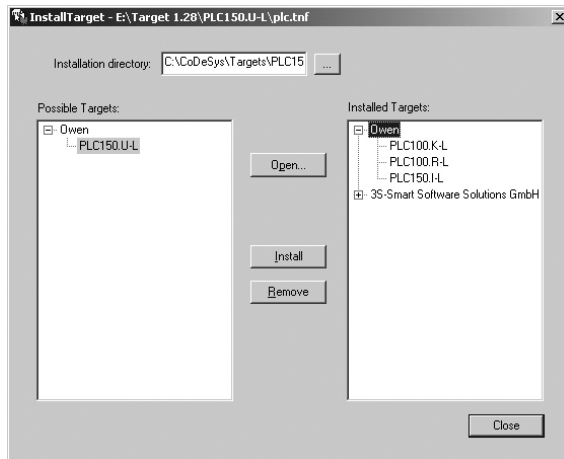

Рисунок 5.1 - Окно «InstallTarget» утилиты InstallTarget
- В открывшемся при запуске утилиты **InstallTarget** окне (рисунок 5.1) – нажать кнопку Open и указать путь доступа к инсталлируемому Target-файлу (имеющему расширение \*.tnf, Target Information File). Target-файлы контроллеров OWEN ПЛК150 могут быть скачаны с сайта [www.owen.ru](http://www.owen.ru). При скачивании с сайта папку с Target-файлами надо разархивировать и сохранить на жестком диске ПК.